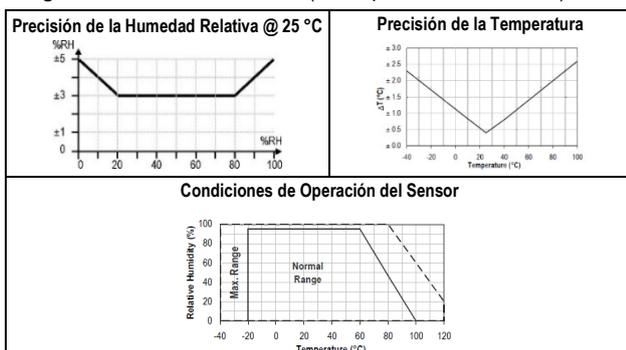

Figura 1 – Precisión en la medición de humedad y temperatura
**Rango:** 0 y 100 % (RH) (ver Figura 1);
**Precisión:**  $\pm 3\%$  (típico, ver Figura 1);
**Precisión:**  $\pm 0,5\text{ °C}$  (típico, ver Figura 1)
**Rango:** -20 y 100 °C (ver Figura 1)
Temperatura.....-20 a 100 °C (ver Figura 1)